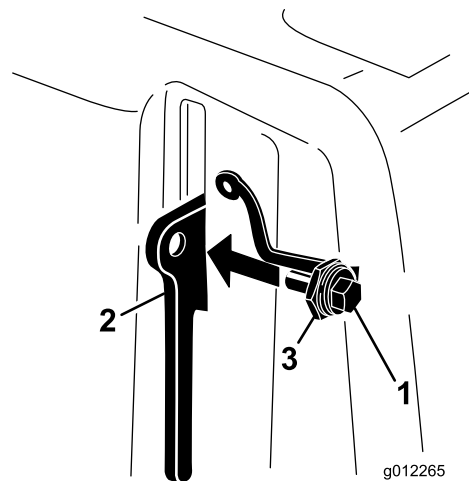

図 10
3. ベルトカバーのラッチのレバーにボルトを通す (図 10)。